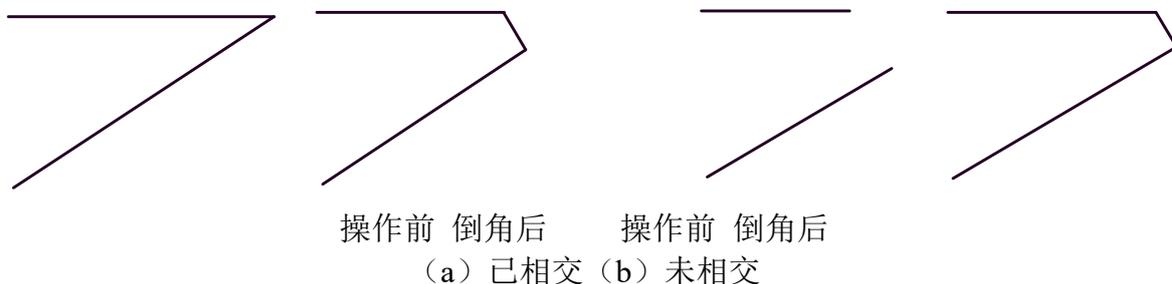

图 4-22 倒角过渡
- 4) 需倒角的两直线已相交（即已有交点），则拾取两直线后，立即作出一个由给定长度、给定角度确定的倒角，如图 4-22 (a)。
如果待作倒角过渡的两条直线没有相交（即尚不存在交点），则拾取完两条直线以后，系统会自动计算出交点的位置，并将直线延伸，而后作出倒角。如图 4-22 (b)。